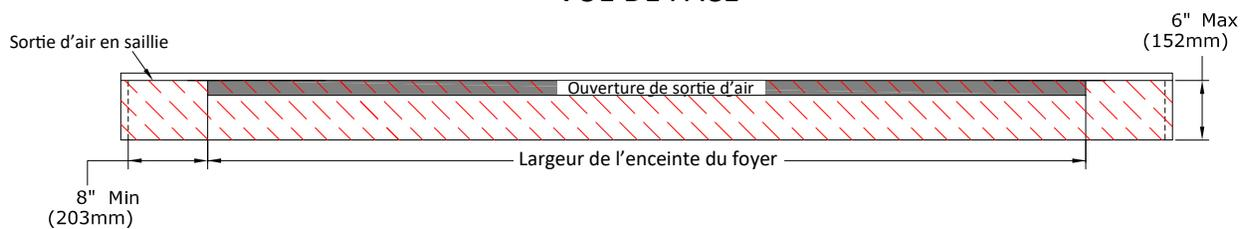

Figure 4.12 - Alternative d'installation à ouverture supérieure (pour installations avec cavité ventilée seulement)
- La Figure 4.12 montre une alternative d'installation de la cavité ventilée à ouverture supérieure, avec une sortie d'air en saillie longeant le haut des trois parois de l'enceinte.